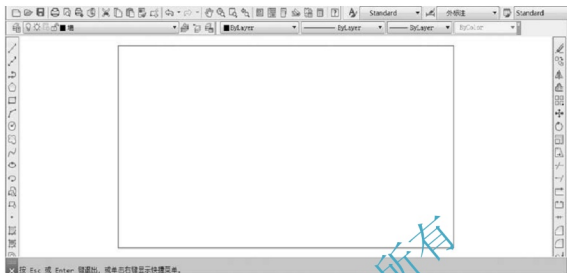

图 4.3 调整视图
(4) 执行【实时缩放】命令 $\square$ 将视图调整到如图 4.3 所示的状态。